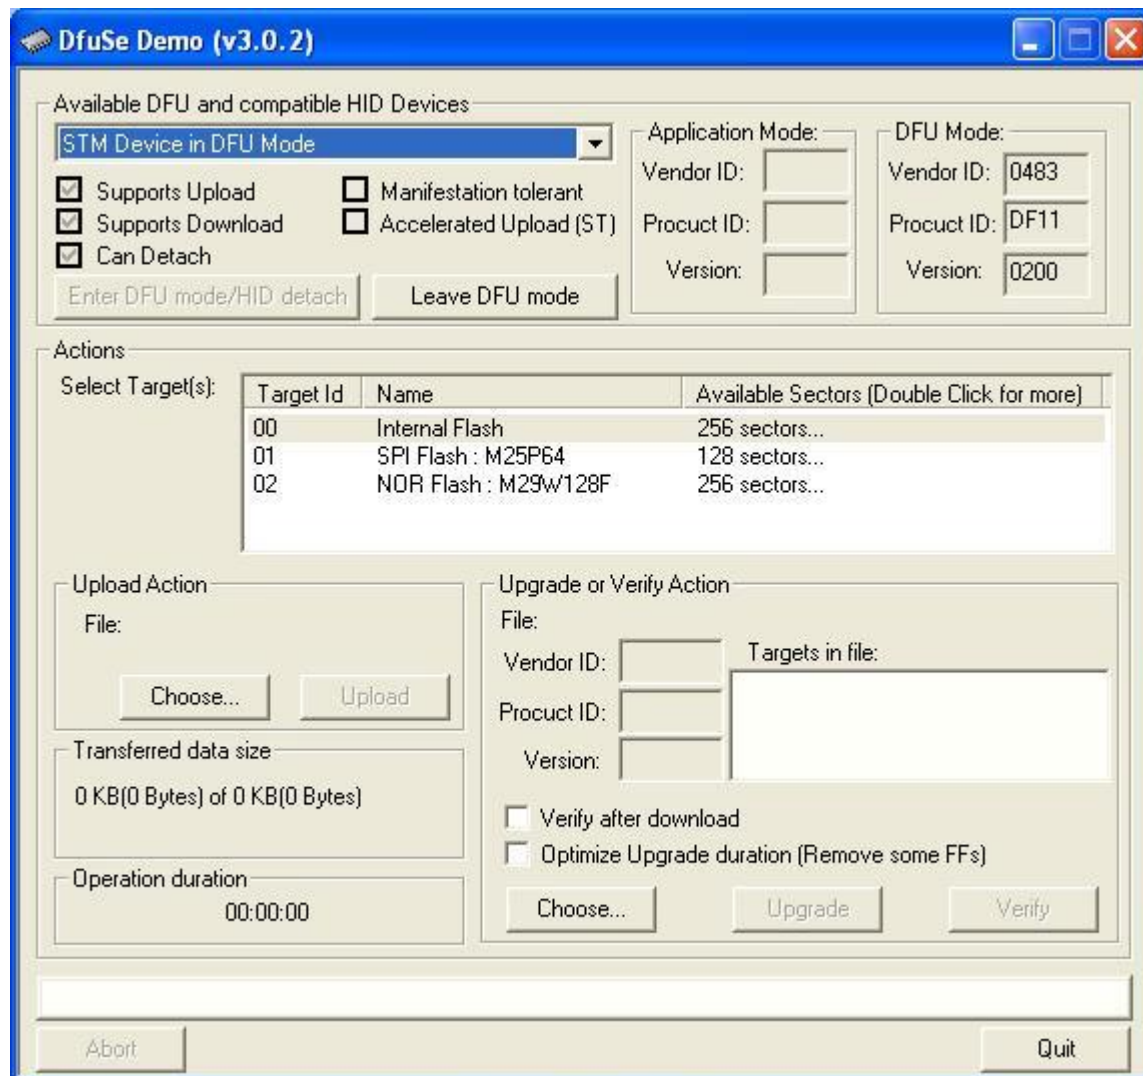

Рис. 6
- запустить программу DfuSE Demo см. рис. 6,
При успешном подключении программы к устройству, раздел программы “Available DFU and compatible HID Devices” должен иметь вид как показано на рис.6.